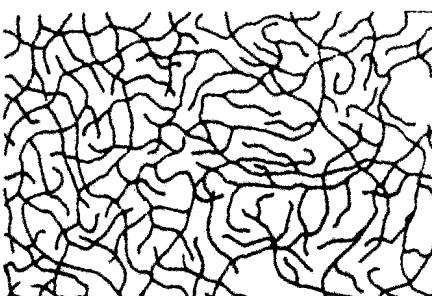

图 1-5 非结晶性塑料分子结构
①非结晶性塑料，是指聚合物的分子链之间以杂乱、纠缠、卷曲的方式聚集在一起的塑料。非结晶性塑料没有明显的熔点，其物理性能则受玻璃化温度  $T_g$  的高低以及聚合物本身耐热性的影响，如图 1-5 所示。
②结晶性塑料，是指聚合物的分子链的部分原子和其他分子链的部分原子互相以位置精确的、有规则的排列方式聚集在一